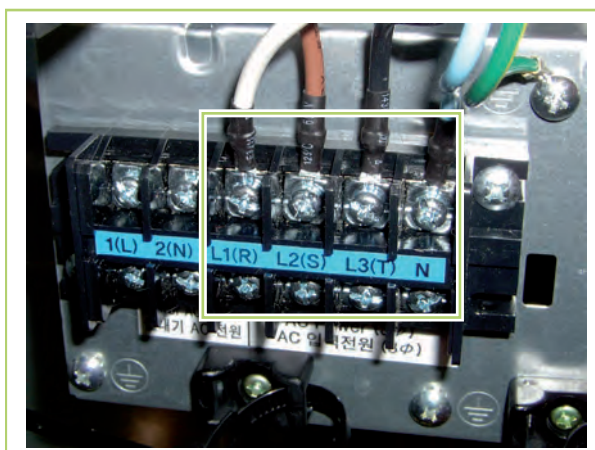

Abb. 53: Anschlussklemme Außenmodul WKF/WKF-compact 180
- Bei der Serie WKF/WKF-compact 180 ist es darauf zu achten, dass nur die Klemmen L1(R), L2(S), L3(T) und N angeschlossen werden (siehe Abb. 53).